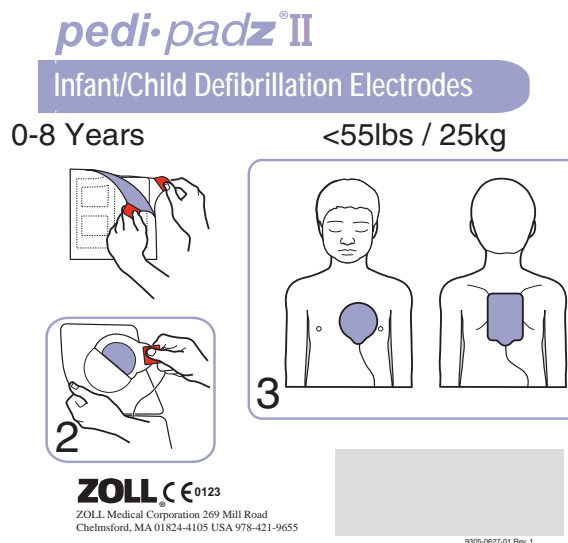

Figura 6: Placement of **pedi•padz II**
1. Aprire la confezione esterna, estrarre gli elettrodi dalla confezione interna e distenderli. Posizionarli sulla vittima come indicato nel disegno sulla confezione (vedere Figura 6).
2. Staccare l'elettrodo rotondo dal rivestimento protettivo e posizionarlo sul torace della vittima (vedere Figura 6).
4. Girare la vittima sul torace, staccare l'elettrodo quadrato dal rivestimento protettivo e posizionarlo sulla schiena della vittima (vedere Figura 6).